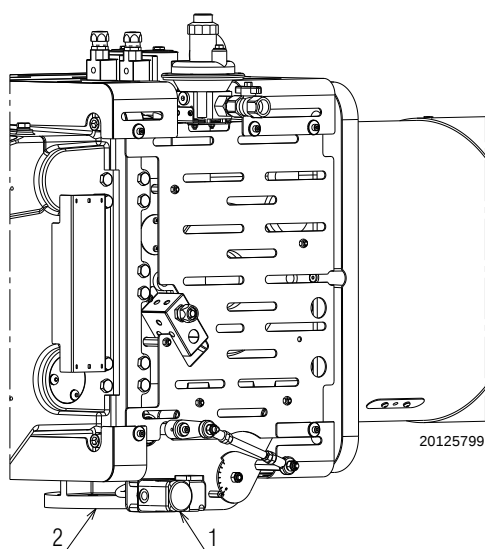

Fig. 20
La rampa del gas è predisposta per essere collegata al bruciatore alla flangia 2)(Fig. 20).
Pressione del gas misurata alla presa 1)(Fig. 20), con:
Perdita di carico farfalla gas 2)(Fig. 20) con apertura massima: 90°.
- sottrarre dalla pressione del gas alla presa 1)(Fig. 20) la pressione in camera di combustione.
Pressione del gas alla presa 1)(Fig. 20) = 61,2 mbar
Per conoscere invece la pressione del gas necessaria alla presa 1)(Fig. 20), fissata la potenza massima di modulazione alla quale si desidera funzioni il bruciatore:
- Leggere sulla destra, colonna 1, la pressione alla presa 1)(Fig. 20).
pressione necessaria alla presa 1)(Fig. 20).